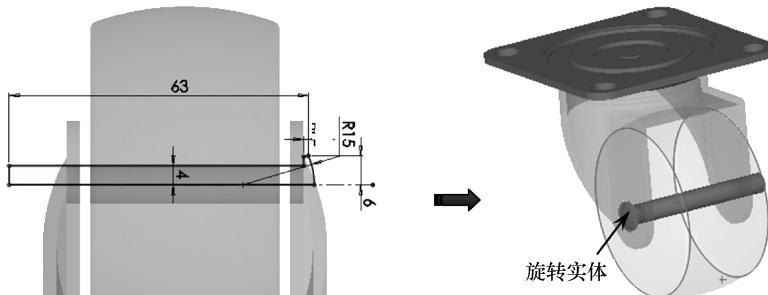

图 7-105 创建旋转实体
- 07 编辑【轮轴】零部件并进入零件设计环境中。使用【旋转凸台/基体】工具，选择【塑胶轮】零部件中的参考基准面作为草绘平面，创建如图 7-105 所示的旋转实体。此旋转实体即为轮轴零部件。